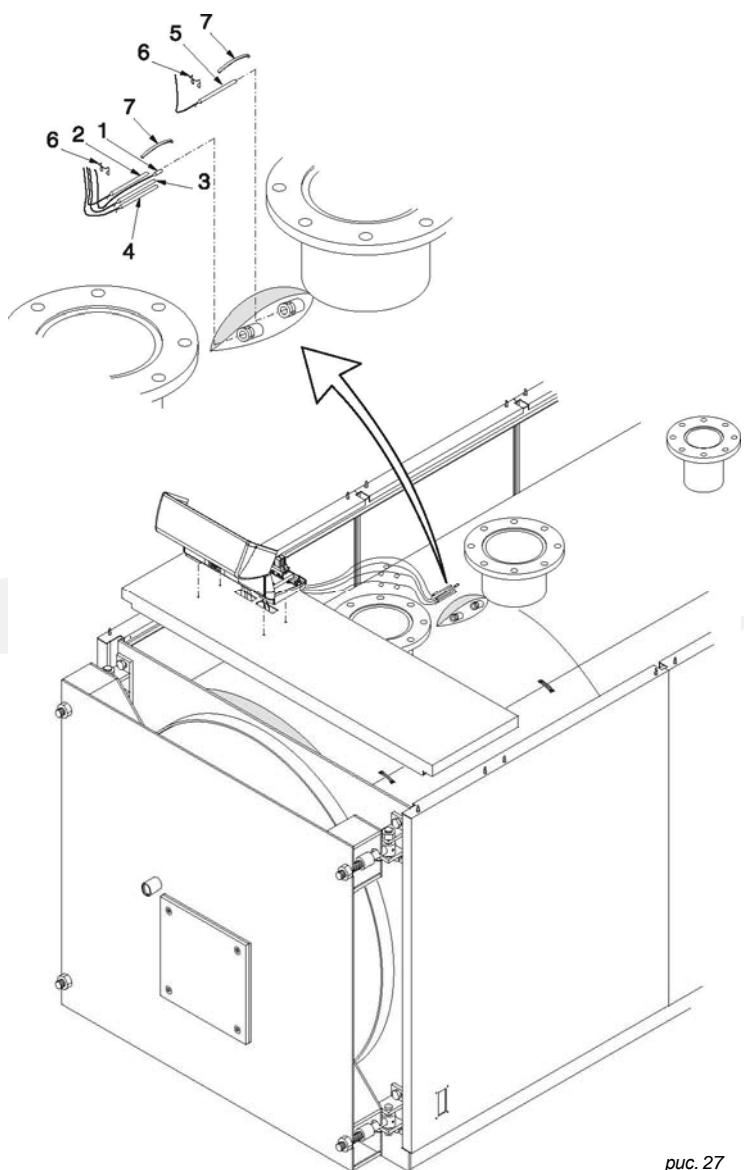

рис. 27
F) Вставьте датчики приборов в манжеты, как показано на рис. 27 и подключите пульт управления к электропитанию, к горелке, насосам, и т.д. Закройте крышку панели управления. Проведите кабель горелки через зажимную панель проводов (поз. 5) со стороны его выхода и зафиксируйте кабель при помощи прилагаемого хомута.
F) Вставьте датчики приборов в манжеты, как показано на рис. 27 и подключите пульт управления к электропитанию, к горелке, насосам, и т.д. Закройте крышку панели управления. Проведите кабель горелки через зажимную панель проводов (поз. 5) со стороны его выхода и зафиксируйте кабель при помощи прилагаемого хомута. Зафиксируйте маленькие панели (поз. 5) на боковых панелях обшивки.
- E) Вставьте датчики приборов в манжеты, как показано на рис. 27 и подключите панель управления к электропитанию, к горелке, насосам, и т.д. Закройте крышку панели управления. Проведите кабель горелки через зажимную панель проводов (поз. 7) со стороны его выхода и зафиксируйте кабель при помощи прилагаемого хомута. Зафиксируйте маленькие панели (поз. 7) на боковых панелях обшивки. С обратной стороны котла аккуратно соедините выходящие электрические кабели в связку при помощи прилагаемого зажима.
Произведите установку датчиков в погружную гильзу, расположенную в верхней части котла (см. рис. 27) в следующей последовательности: